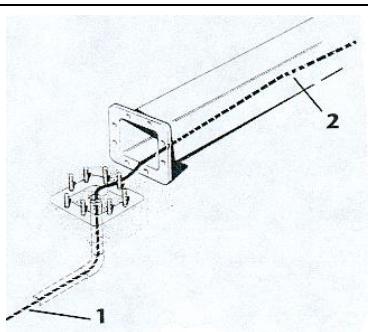

fig. 25
- a. Nel caso di cavo **1** che fuoriesce dal tubo predisposto nel plinto, inserire direttamente il cavo all'interno della colonna fino a raggiungere il foro **2** posto alla sommità della colonna (fig. 25)